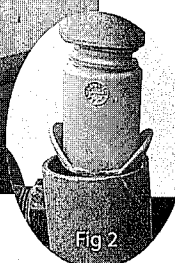

Fig 2
Votre appareil est équipé d'une entretoise de transport (Fig. 1) qui évite que l'appareil ne subisse des dégâts pendant le transport. Otez les pièces (Fig. 2) en suivant les instructions ci-dessous.
4. Branchez l'extrémité d'équerre du flexible à la valve d'admission en plastique blanc (Fig. 2) sur l'arrière de l'appareil.
3. Si l'extrémité du flexible de vidange GRIS est équipé de 'rabats de retenue', assurez-vous qu'ils sont complètement insérés dans le tuyau de refoulement comme cela est montré (Fig. 2).